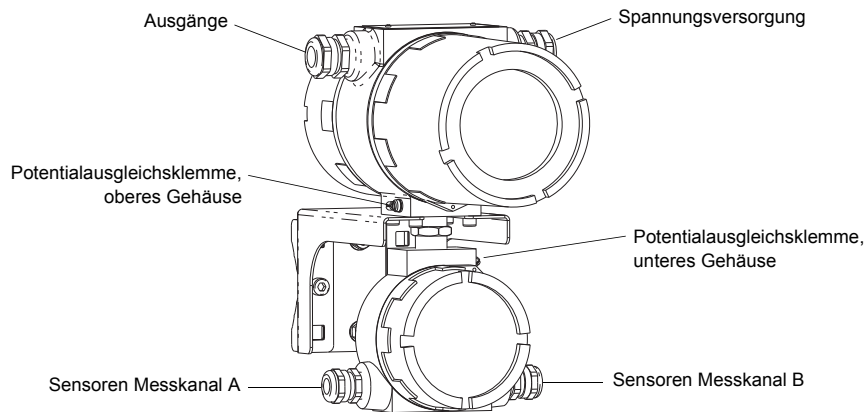

Abb. 6.2: Anschlüsse des Messumformers
- Entfernen Sie die Kabelverschraubung für den Anschluss der Sensoren (siehe Abb. 6.2).
Die äußere Schutzterde wird an die Potentialausgleichsklemmen am oberen und unteren Gehäuse des Messumformers angeschlossen (siehe Abb. 6.2).
- Entfernen Sie die Kabelverschraubung für den Anschluss der Spannungsversorgung (siehe Abb. 6.2).